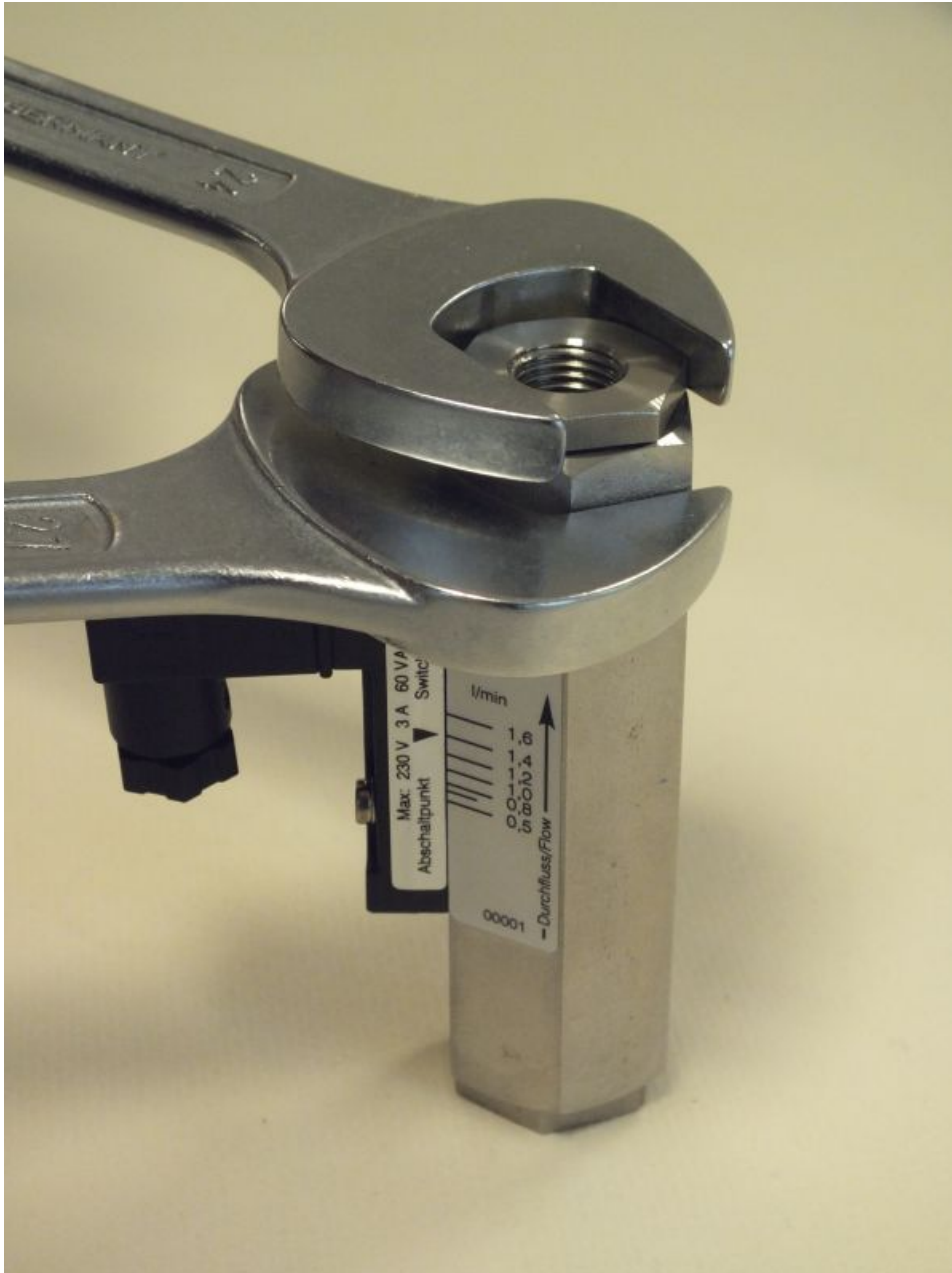

Abb. 35: Verschraubung (Ausgang) lösen
1. Die Verschraubung (Ausgang) (Abb. 35) mit passendem Maulschlüssel lösen. Den Gerätekörper hierbei mit passendem Maulschlüssel gegenhalten